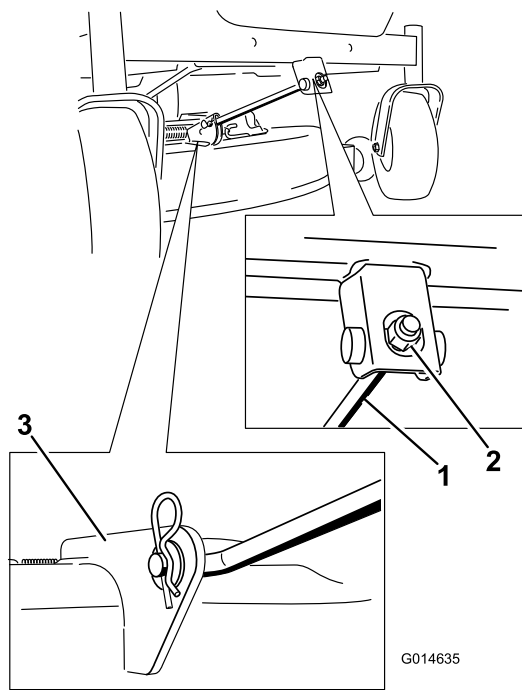

図 71
4. 前サポートロッドについているヘアピンコッターを抜き取り、デッキブラケットからロッドを取り外す 図 71。
8. 前部のサポートロッドをデッキに取り付け、クレビスピンとヘアピンコッターで固定する 図 71。